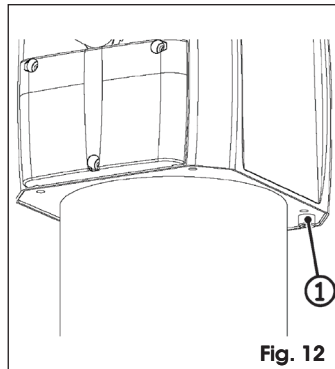

Fig. 12
5. Zet de twee achterste schroeven vast, Fig. 12 ref. ①.